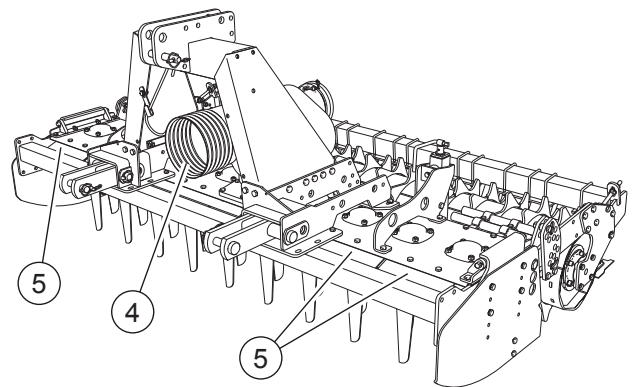

FIG. 22
- Protection de la prise de force côté tracteur (4, "Fig. 22").
- Tôle de protection contre l'accès à la zone des lames (5, "Fig. 22").